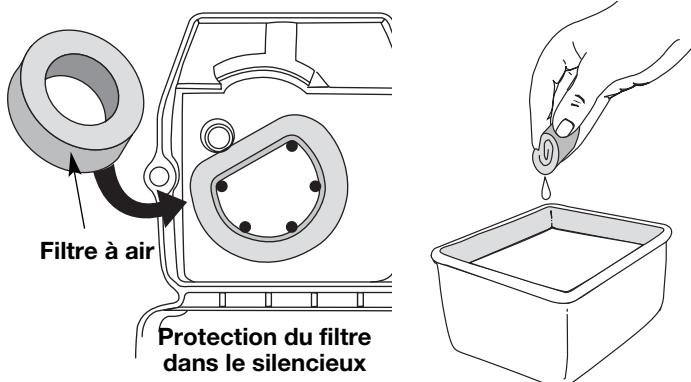

**Fig. 24**
1. Retirez les quatre (4) vis retenant le couvercle du filtre à air/silencieux (Fig. 24). Servez-vous d'un tournevis à lame plate ou à mèche no. 20 Torx.
2. Insérez les quatre (4) vis dans les trous du filtre à air/couvercle du silencieux (Fig. 24) et vissez sans trop serrer.